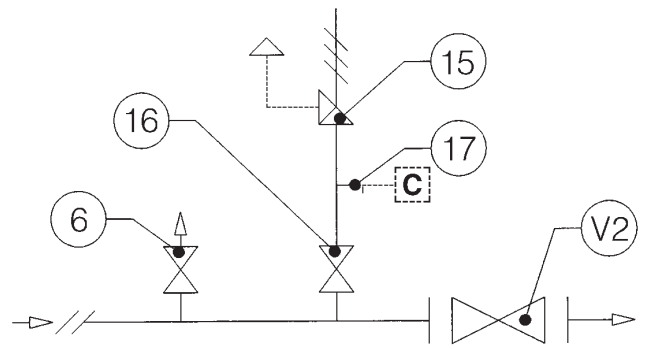

Fig. 12
3.1.2 INSTALLAZIONE CON VALVOLA DI INTERCETTAZIONE (FIG. 12)
3.1.2 INSTALLATION WITH ON/OFF VALVE (FIG. 12)